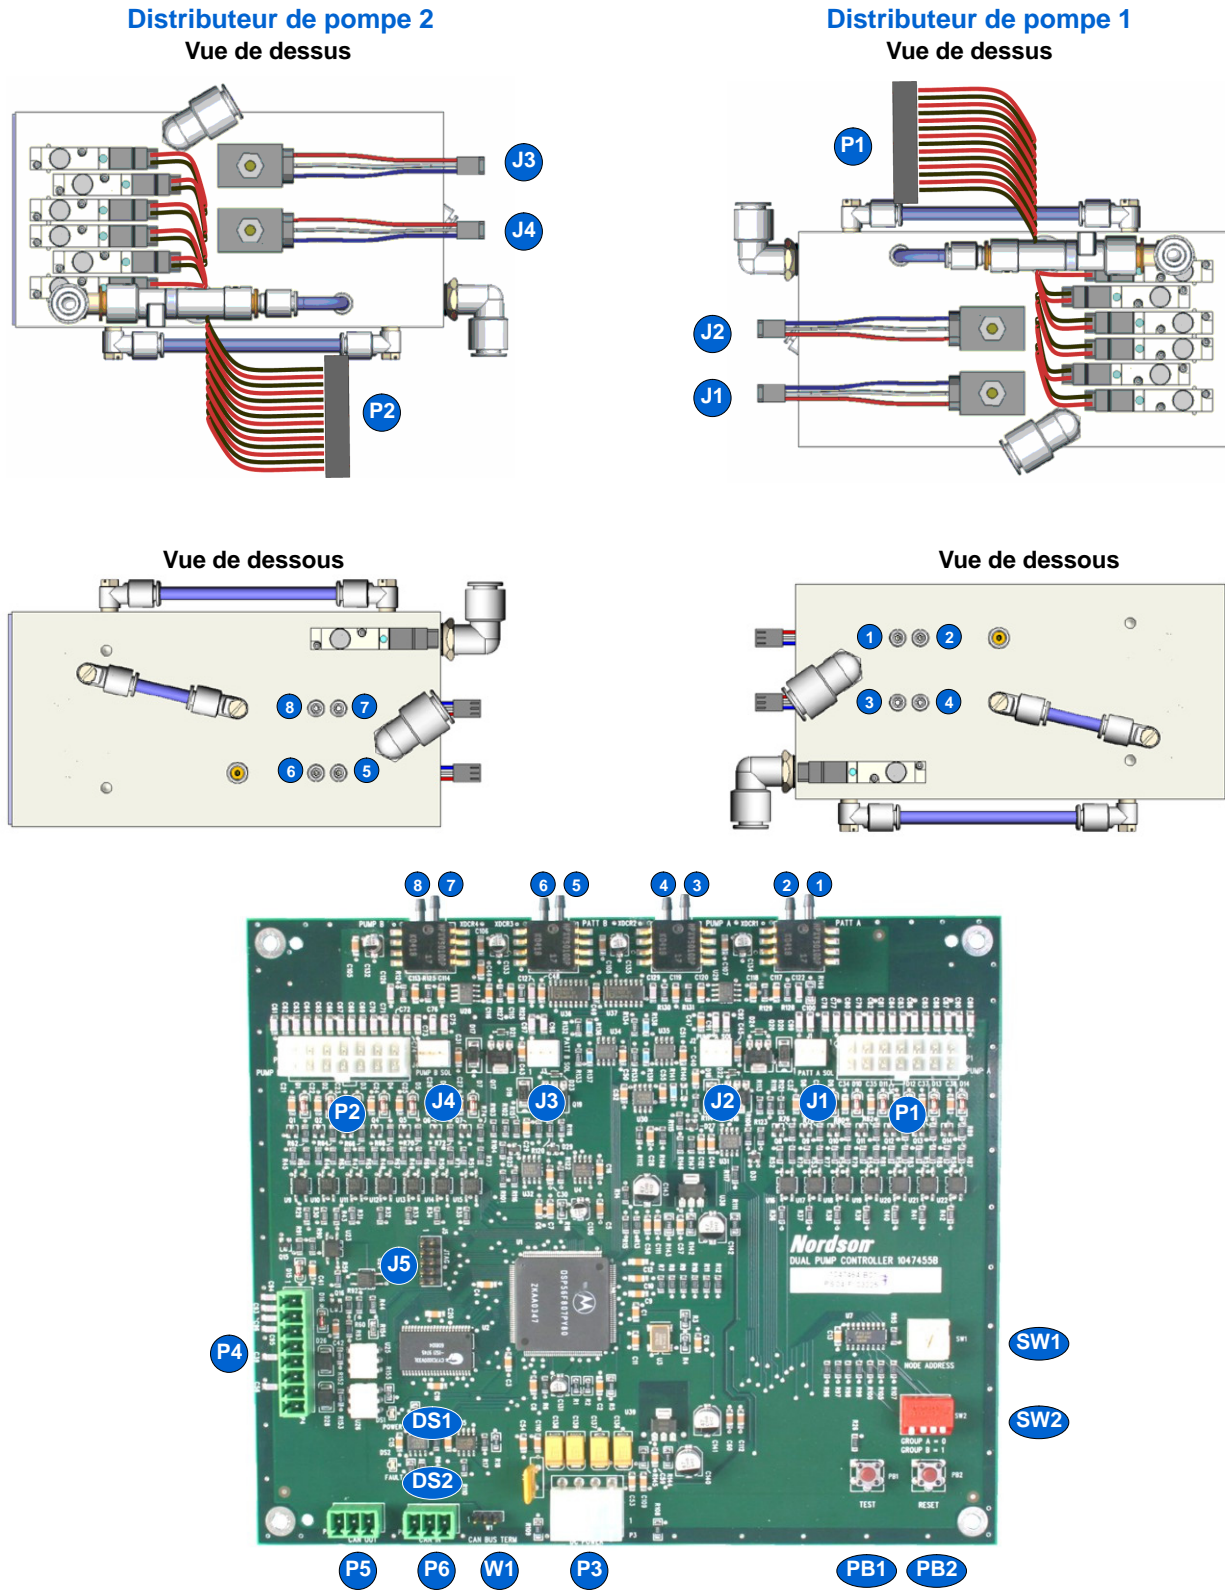

Fig. 3 Branchements carte vers distributeur de commande de pompe
6. Voir la figure 3. Raccorder les huit tubes à air de transducteur du circuit imprimé neuf aux raccords appropriés sur le ou les distributeurs de commande de pompe.